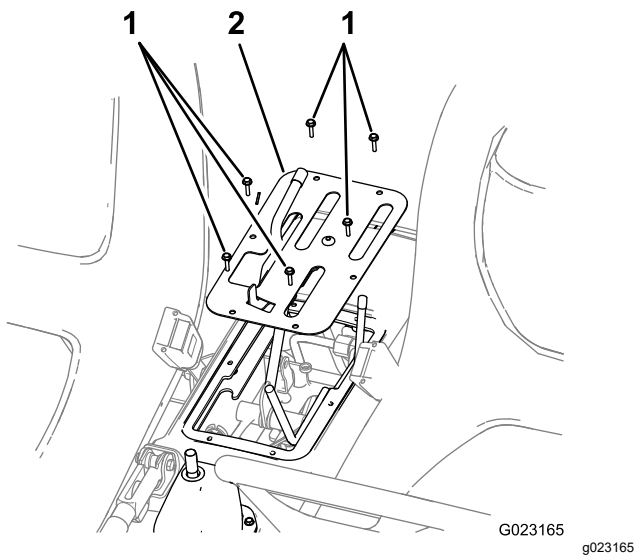

図 3
3. 中央コンソールのカバープレートの外側エッジ部をシャーシに固定しているねじ6本を外して、カバープレートを取り外す 図 3。